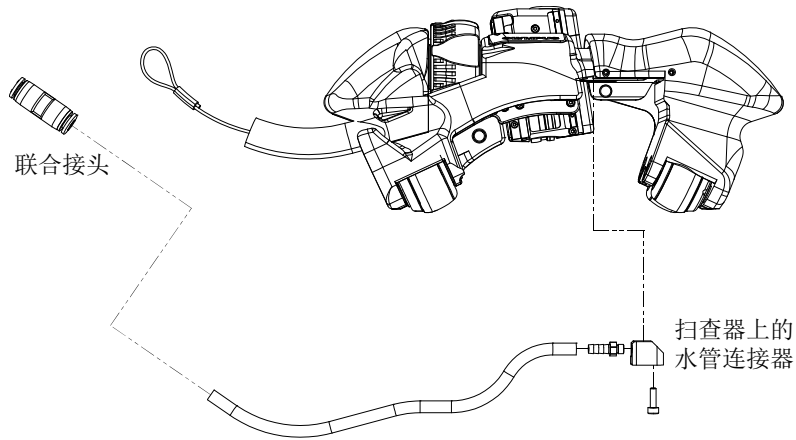

图 5-6 更换水管（图中显示拆卸时的状态）
1. 取下将水管连接器固定在扫查器上的螺钉（参见第51页的图 5-6）。